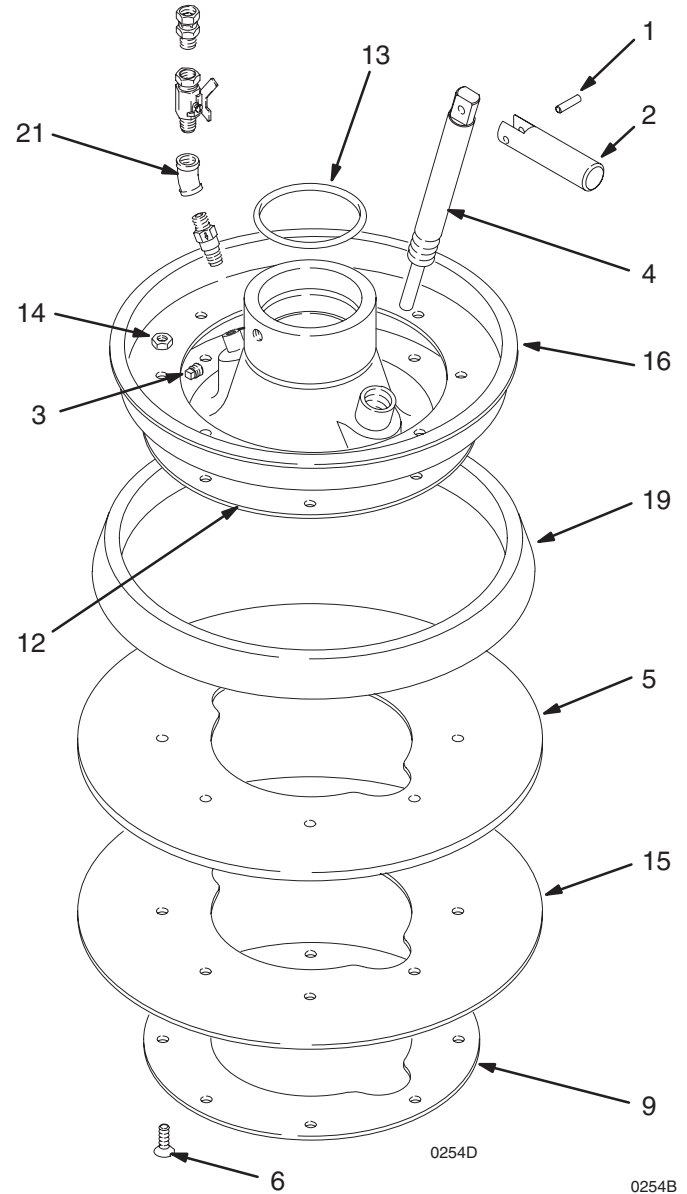

Afb. 16
- a. **Om de afstrikerplaat op materiaalhouders met rechtopstaande zijden te gebruiken moet u** de grote afstandsring (8) omkeren. *Werk van onder af* en wrik de ring los met een schroevendraaier. Werk hem verder naar boven zodat hij volledig boven de flens (D) van de afstrikerplaat zit. Zie Afb. 14. Draai de ring vervolgens met de hand onder een hoek en haal hem van de plaat af, waarbij u hem over de flens en de onderste afstrijkers (E) trekt. Zie Afb. 15. Draai de ring om, zodat de brede doorsnede naar **boven** gericht is. Trek de ring met de hand omhoog over de afstrikerplaat, zodat hij weer volledig boven de flens (D) van de afstrikerplaat zit. Plaats nu, *van bovenaf werkend*, de ring met een schroevendraaier tussen de flens (D) en de afstrijkers (E). Zie Afb. 16.